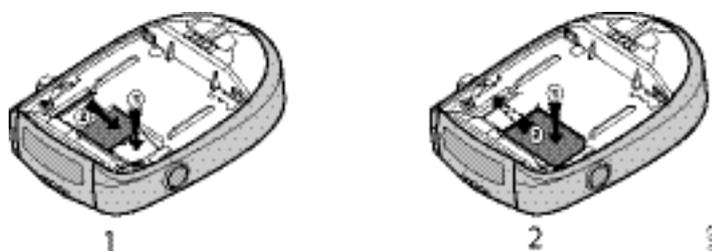

Figure 7. Déplacement et remplacement de la carte SIM.
- 1 Enlever la batterie, voir la section Remplacement de la Batterie ci-dessus. La carte SIM est placée sous l'unité de la batterie dans une trappe. Voir 1 sur la figure 7 de la page 11 : Enfoncez l'arrêt flexible (1) et glissez la carte SIM aussi loin que possible (2). Soyez sûr que la carte SIM est entièrement hors de la trappe avant de l'enlever. La plus simple façon de s'en assurer est de retourner l'émetteur d'alarme afin de laisser tomber la carte SIM dans votre main.
- 2 Replacer la carte SIM par une nouvelle, voir au 2 de la page 11: Déposez la carte SIM afin qu'elle soit à plat sur l'arrêt flexible (1) et poussez la soigneusement dans la trappe (2).